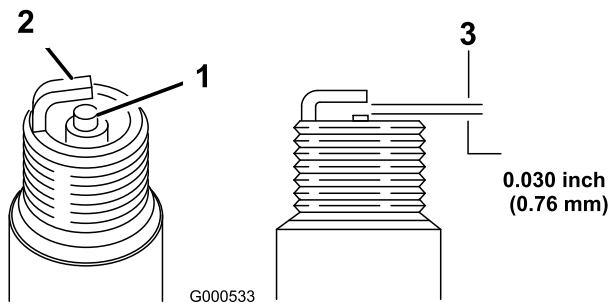

Figure 32
1. Examinez le centre de la bougie (Figure 32). Si le bec de l'isolateur est recouvert d'un léger dépôt gris ou brun, le moteur fonctionne correctement. S'il est couvert d'un dépôt noir, c'est généralement signe que le filtre à air est encrassé.
2. Contrôlez l'écartement entre l'électrode centrale et l'électrode latérale (Figure 32). Courbez l'électrode latérale (Figure 32) si l'écartement est incorrect.